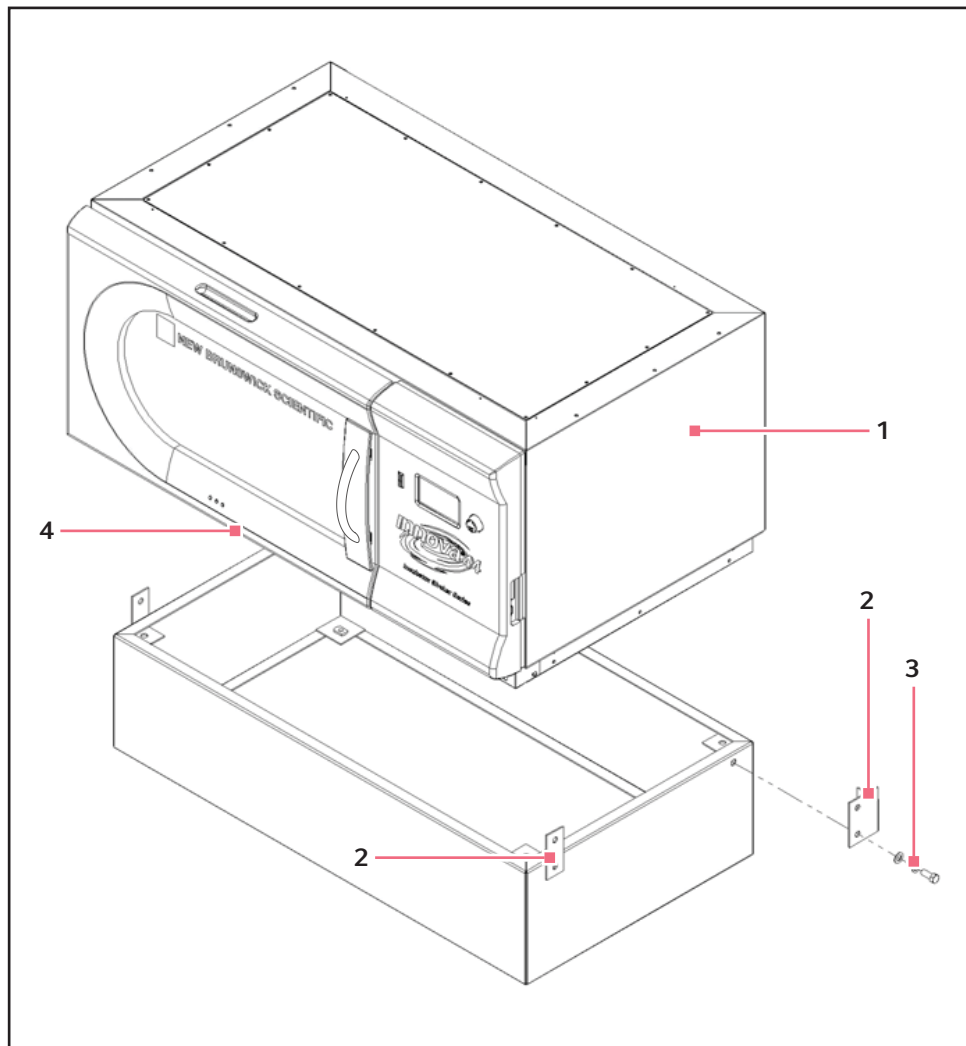

Рис. 6-3: Установка шейкера на основание
4. Извлеките установочные винты, которые расположены на обеих сторонах шейкера и соответствуют отверстиям для угловых скоб (см. рис. 6-3 на стр. 25).